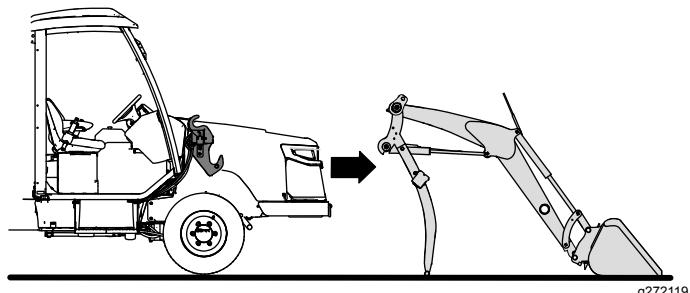

Рисунок 50
2. Запустите двигатель и медленно подведите машину к стрелам погрузчика (Рисунок 50).